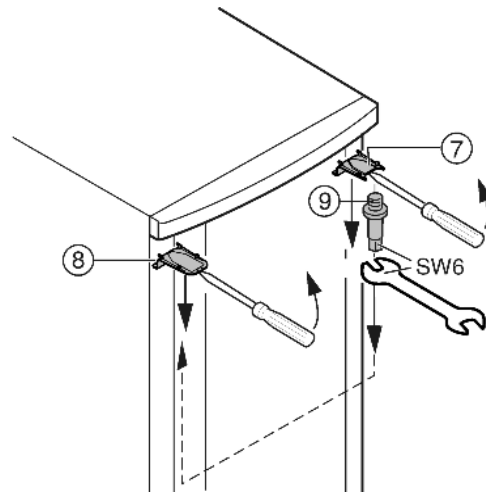

Fig. 7
- ▶ Откачете капака Fig. 7 (7) и капака Fig. 7 (8) с помощта на отвертка го свалете косо надолу.
- ▶ Развийте лагерните болтове Fig. 7 (9) и ги завинтете **здро** (с 4 Nm) от другата страна.
- ▶ Монтиране отново на капака Fig. 7 (7) от страната на лагерния болт: бутнете го назад и го контрирайте.
- ▶ Монтирайте капака Fig. 7 (8) от другата страна: бутнете го назад и го контрирайте.
- ▶ Закачете вратата горе в лагерните болтове Fig. 7 (9).